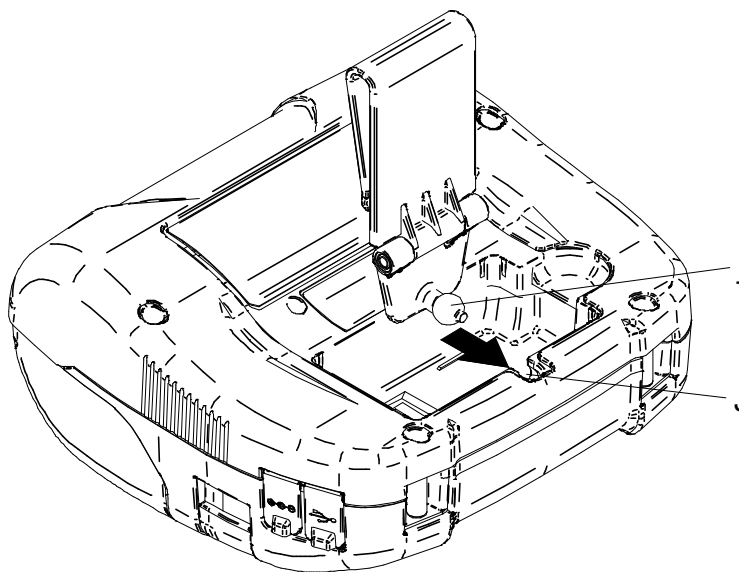

Figura 14-1 Colocación del clip de cinturón (1)
- (3) Coloque la parte “j” del clip de cinturón en la parte “J” de la impresora en la dirección que marca la flecha tal como se muestra en la Figura 14-1.